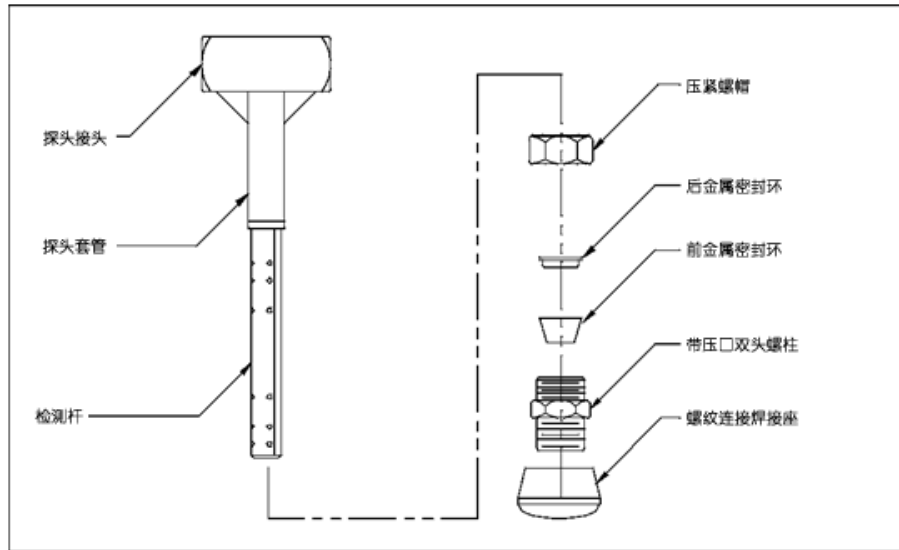

图 2：威力巴® V100 型
- 将检测杆、压紧螺帽、后金属密封环、前金属密封环和带压口双头螺柱拧到螺纹连接焊接座上（用手拧紧），然后将探头组件插入管道。注意后金属密封环和前金属密封环的顺序和锥形的方向必须如图 2 所示。
- 依次将压紧螺帽、后金属密封环、前金属密封环套进套管中。**注意后金属密封环和前金属密封环的顺序和锥形的方向必须如图 2 所示。**后金属密封环必须紧挨着压紧螺帽，其锥形端面必须面向前金属密封环。前金属密封环的锥形端面必须指向带压口双头螺柱。